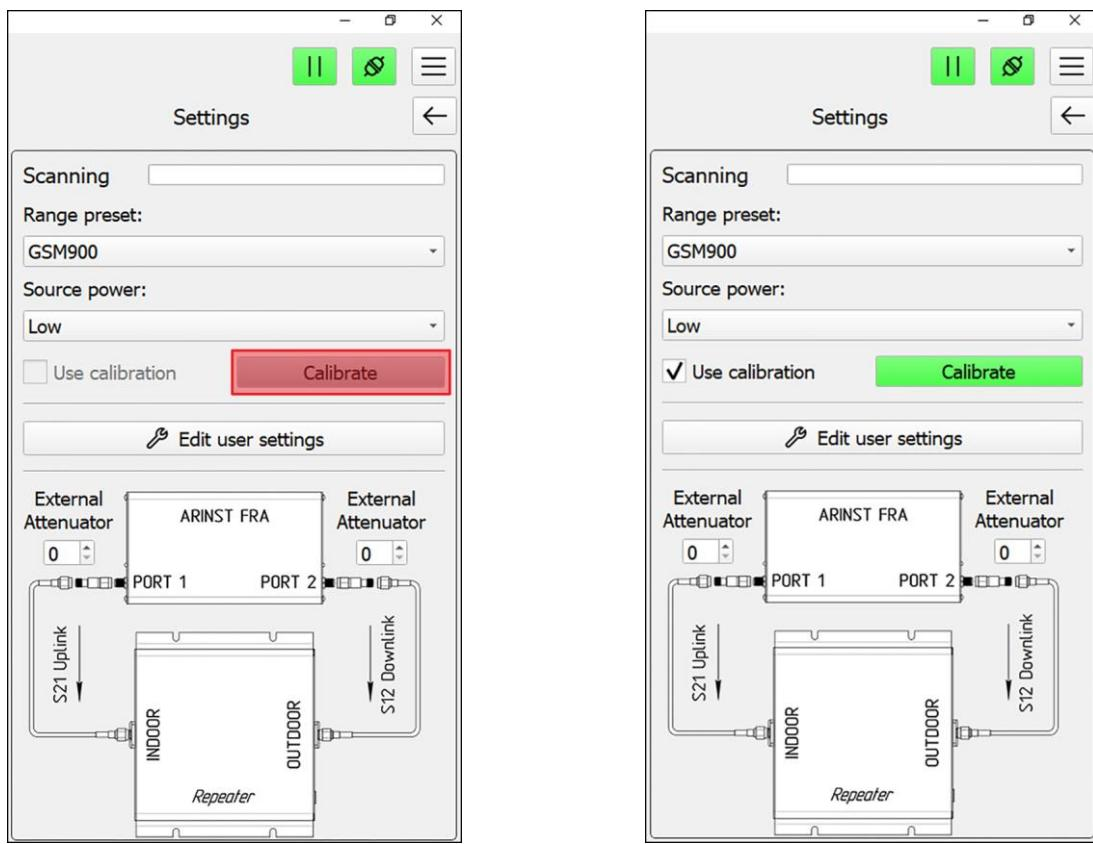

Рисунок 10.4 – Калибровка прибора
10.3.2. Для выполнения калибровки нажмите кнопку **Calibrate**. Кнопка **Calibrate** на некалиброванном приборе имеет серый фон. После калибровки, кнопка **Calibrate** станет зелёной (Рисунок 10.4).